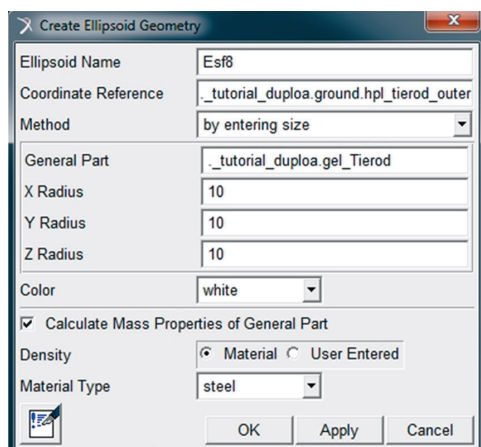

Figura 5.104 – Preenchimento da janela de criação da esfera *Esf8*.
- Repita o procedimento descrito acima para a construção de outra esfera a se situar no *Hardpoint hpl\_tierod\_outer*. O preenchimento da janela *Create Ellipsoid Geometry* para essa geometria está ilustrado na Figura 5.104.